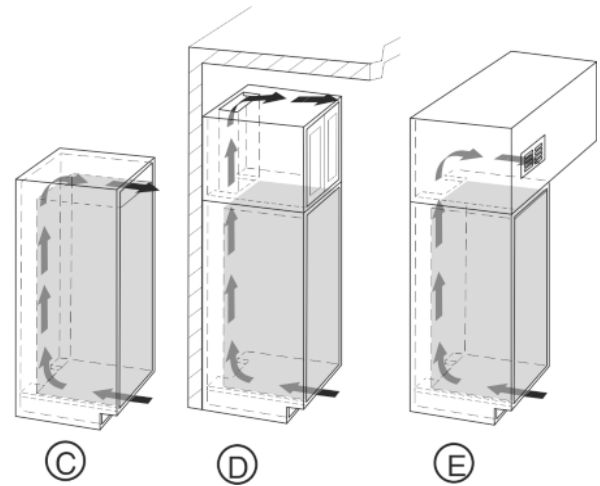

Fig. 4
- 上通风截面既可通过直接通过设备和可选的通风格栅 Fig. 4 (C)在橱柜盖板附近区域完成 Fig. 4 (D)，也可作为中间盖板 Fig. 4 (E)的排气口。